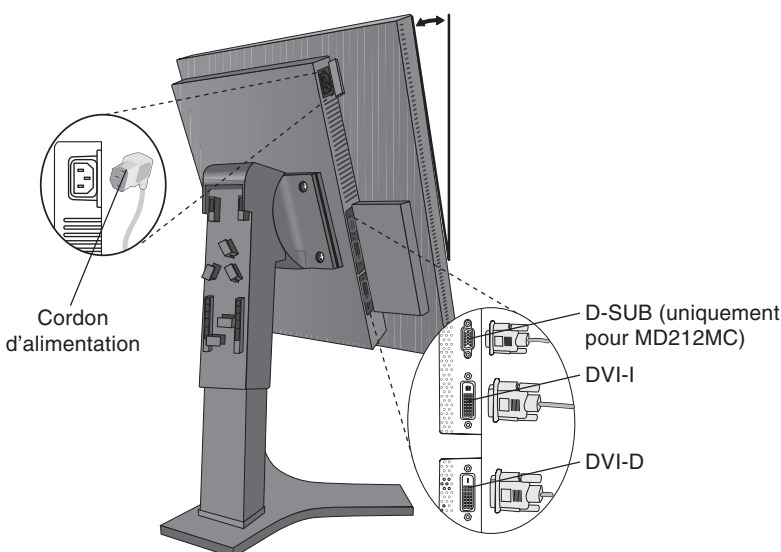

Figure C.1
4. Placez les mains de chaque côté du moniteur pour incliner l'écran LCD de 30 degrés et le placer sur la position la plus haute (**Figure C.1**).
5. Branchez tous les câbles aux prises appropriées (**Figure C.1**).